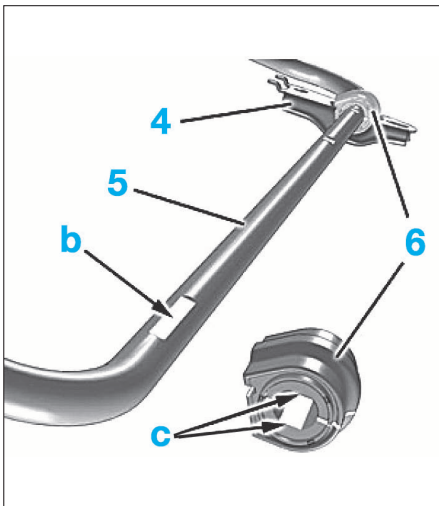

FIG. 15a
Le positionnement latéral et horizontal est réalisé par deux méplats en "c" à l'intérieur du palier (6) et des empreintes en "b" sur la section de barre stabilisatrice (Fig.15a).